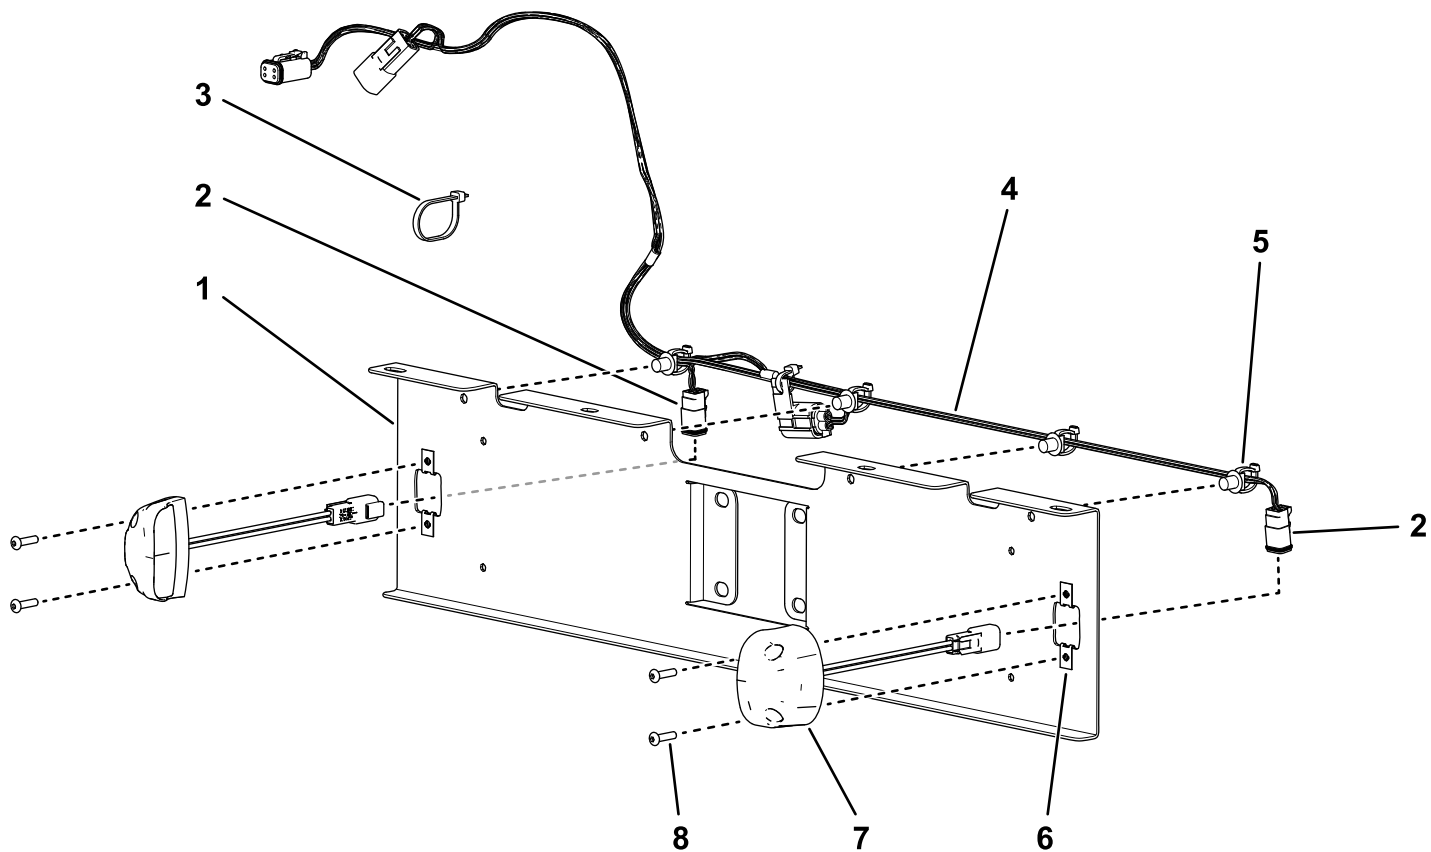

图 1
1. 将牌照线束沿着牌照支架的顶部布置使 2 个大接头和保险丝位于左侧 (图 1)。
2. 将线束上的 4 个压入式紧固件压入支架上对应的孔中将线束固定到支架上 (图 1)。
3. 将牌照灯接头穿过支架任意一侧的大孔将其连接至 2 个牌照灯 (图 1)。
4. 如图 1 所示用 4 个内六角头螺栓#10 x 1 英寸和 4 个夹紧螺母将灯安装到支架。